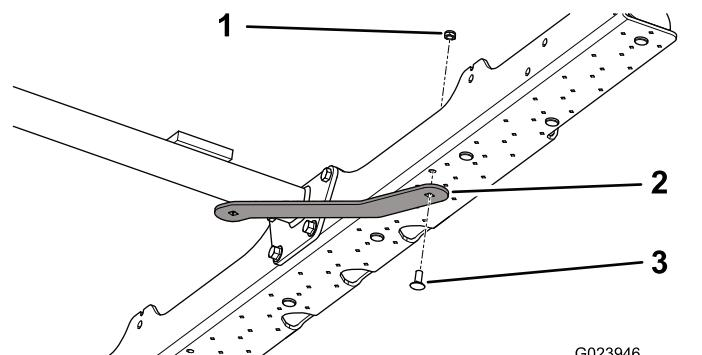

図5
1. サポートブレースの短い方の端部が牽引バーに届くように、ブレースの長い方の平たい端部をボトム・プレートの下側に整列させる図5。
2. サポートブレースを、ボトム・プレートに固定するボルト5/16 x 3/4 インチ1本とロックナット5/16 インチ1個を使用する図5を参照。